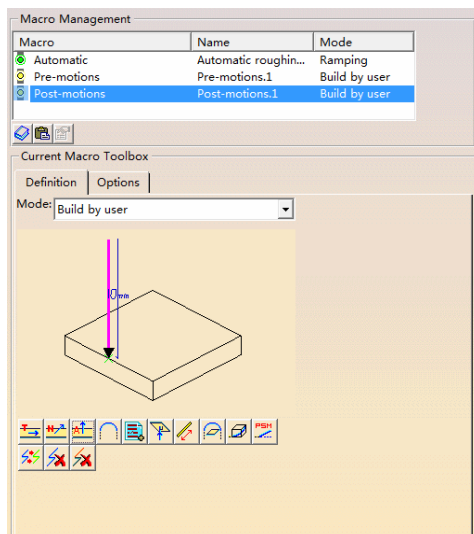

图 5-90 设置“Post-motions”
- 在“Macro Management”区域的列表框选择“Post-motions”, 单击 Add axial motion 按钮, 如图 5-90 所示。